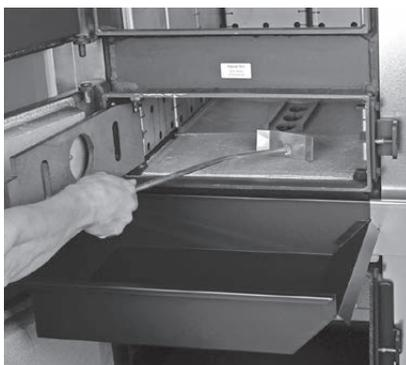
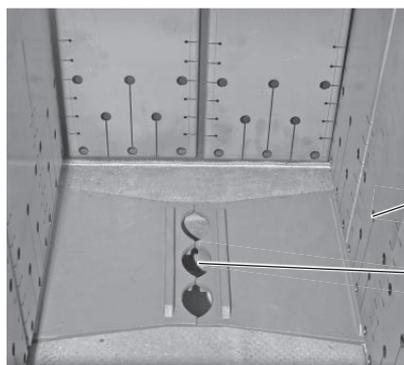

Fig. 42 Accrocher le tiroir à cendres, vider les cendres
Fig. 43 Foyer, trous des tôles suspendues, ouverture de combustion
- ▶ **Accrocher le tiroir à cendres** au niveau de la porte d'allumage (porte du milieu) dans l'habillage – Fig. 42.
- ▶ Ouvrir la porte d'allumage et la grille verticale et répartir **uniformément** les **cendres restantes** dans le foyer (Fig. 42). Vérifier que **les trous** dans les parois latérales suspendues **et l'ouverture de combustion** (Fig. 43) pour s'assurer qu'ils ne sont **pas bouchés**.